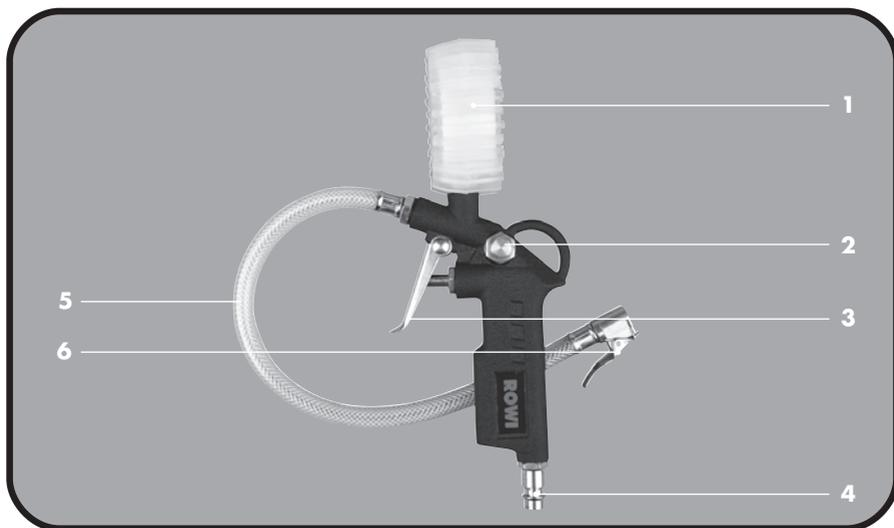

Abb.1: Geräteübersicht
- ▶ Nehmen Sie zunächst die Schutzkappe am Reifen ab und verbinden Sie das Anschlussstück des Luftschlauches mit dem Reifenventil, indem Sie den Hebel (siehe Abb. 1, Nr. 6) am Ende des Luftschlauches herunterdrücken, auf das Ventil schieben und wieder loslassen. Achten Sie darauf, dass zwischen Reifen und Werkzeug eine dichte Verbindung entsteht.
Zum Ablesen des Luftdruckes, das Werkzeug in eine Position bringen, in der die Anzeige gut lesbar ist. Der vorhandene Luftdruck wird am Manometer (siehe Abb. 1, Nr. 1) angezeigt.
Ist der Luftdruck niedriger als der vorgeschriebene Mindestdruck, muss zusätzliche Luft in den Reifen gepumpt werden. Zum Aufpumpen den Abzugshebel (siehe Abb. 1, Nr. 3) ganz durchziehen und solange betätigen, bis der gewünschte Luftdruck am Manometer angezeigt wird.
Ist der Luftdruck höher als der vom Hersteller angegebene Höchstdruck, muss die überschüssige Luft aus dem Reifen abgelassen werden. Zum Ablassen den Abzugshebel loslassen und den seitlich angebrachten Druckknopf (siehe Abb. 1, Nr. 2) solange gedrückt halten, bis der gewünschte Luftdruck am Manometer erreicht wird.